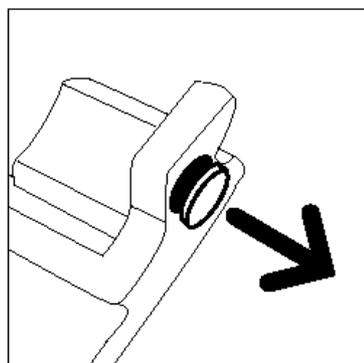

Fig. 22: Rimozione del cappuccio
- 5** Togliere il cappuccio giallo dalla parte anteriore del contenitore del developer usato, come illustrato in Fig. 22.